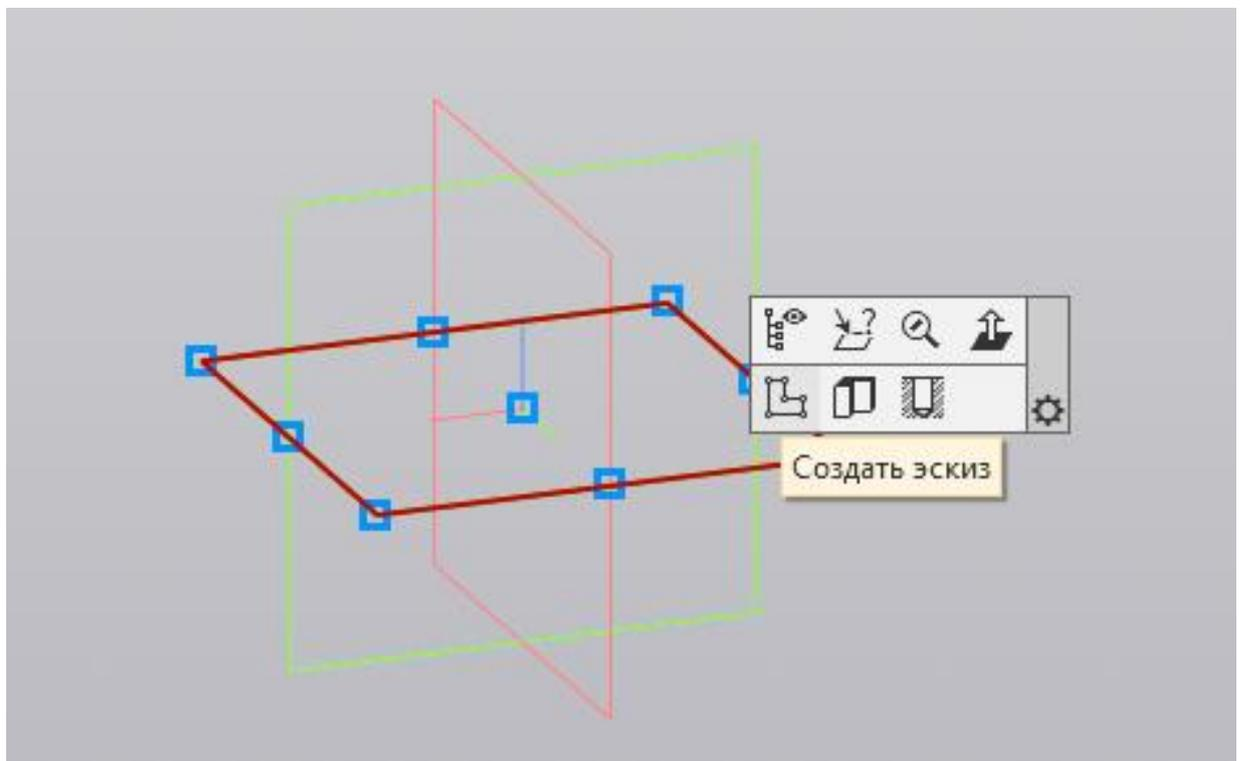

Рис. 130
2. Выбираем плоскость XY, создаём эскиз (рис. 130).